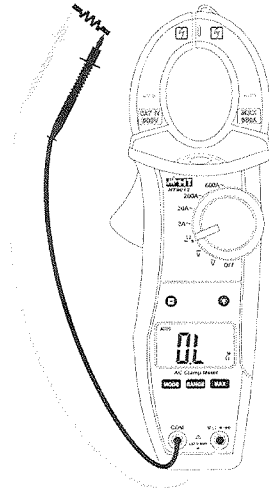

Abb. 6: Messung von Widerständen
4. Verbinden Sie die Meßspitzen mit dem Messkreis (Abb.6) und der Meßwert wird angezeigt.